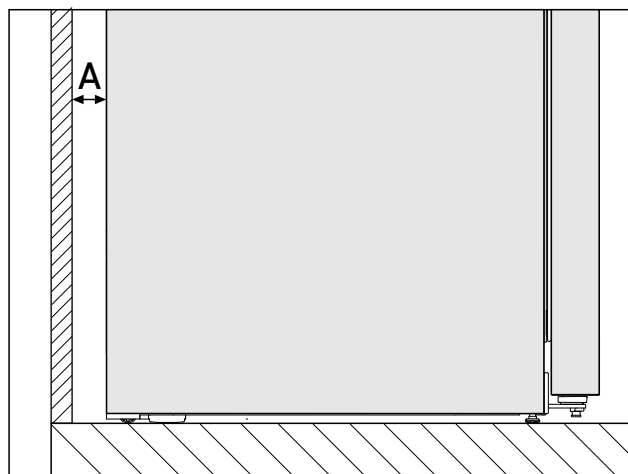

Fig. 3 *
Energijos sąnaudos buvo nustatytos esant Fig. 3 (A) atstumui iki sienos tarp galinės prietaiso pusės ir sienos. Jei atstumas iki sienos yra mažesnis nei Fig. 3 (A), prietaiso funkcionalumui tai neturi jokios įtakos. Esant mažesniai atstumui nuo sienos, energijos suvartojimas gali šiek tiek padidėti, o ant galinės prietaiso sienelės gali susidaryti kondensatas.*